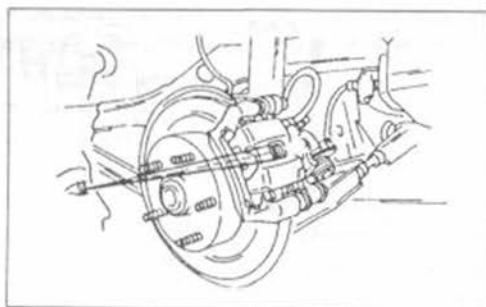

Рис.234.
- Пользуясь рис.234, отвинтить трос ручного тормоза от крепления троса и от рычага управления. Для этого нужно использовать два гаечных ключа, чтобы освободить гайки крепления и после этого снять трос с рычага.
- Повесить конец троса ручного тормоза на рычаг, и, как показано на рис.234, затянуть обе гайки с моментом затяжки 20—24 Нм. Между тросом ручного тормоза и рычагом управления не должно быть никакого зазора.